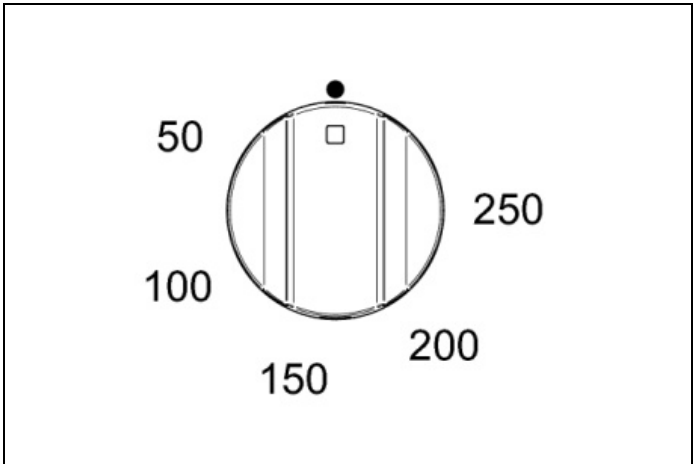
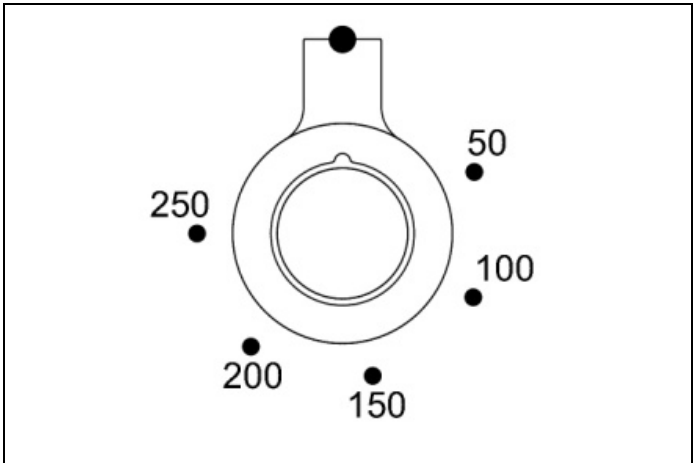
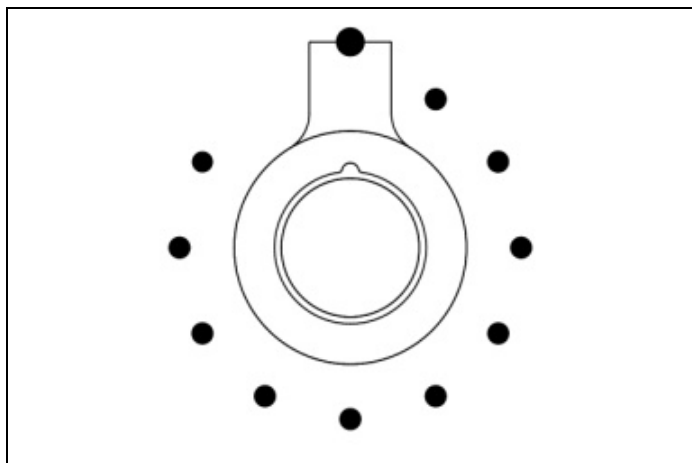

Fig. 23
Fig. 24
Fig. 25
- 2) Drej temperaturknappen (Fig. 23 - Fig. 24 og Fig. 25 kun for modellen PRO T) med uret for at vælge den ønskede temperatur. Den orange lampe slukker, når ovnen har nået den valgte temperatur og er klar til brug. Det er normalt at denne lampe tænder og slukker under tilberedningen, således at varmelegemerne holder en konstant temperatur (ovnens funktion vises på programmeringsenhedens display, kun for versionen PRO T).